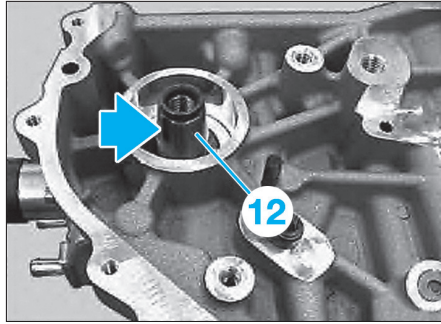

Fig. 14
• Contrôler l'état de la gorge (flèche) sur la pompe haute pression (12) (Fig.14)